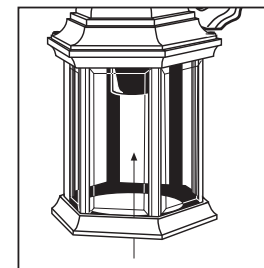

Figura 5
- Para las unidades de extremo inferior abierto, coloque la(s) bombilla(s) por la abertura inferior (ver la figura 5).